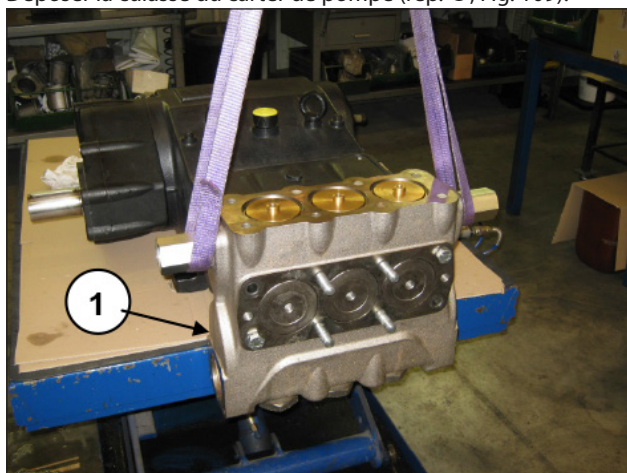

Fig. 109
Déposer la culasse du carter de pompe (rep. ①, Fig. 109).